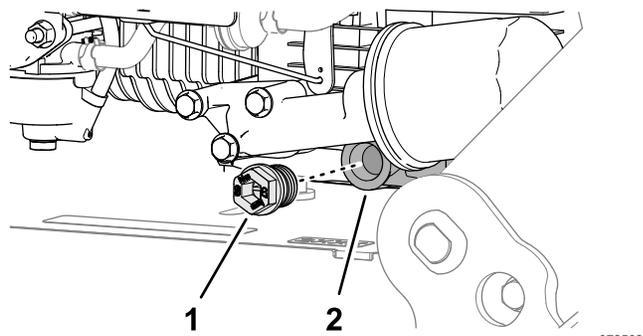

Рисунок 32
5. Удалите маслосливную пробку из сливного отверстия поддона картера двигателя (Рисунок 32) и наклоните машину так, чтобы масло стекало в сливной поддон.
2. Поместите ветошь под масляный фильтр (Рисунок 32), чтобы собрать масло, которое может вытечь при снятии фильтра.